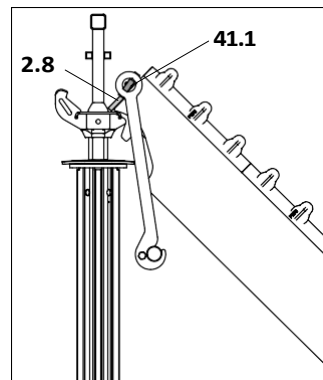

Fig. A11.03
2. Закрепете горната част на обтегача (41.1) за края на трегера SLT (2.8) и поставете трегера в падащата глава SFK. (Fig. A11.03)
4. Монтирайте петата (24) на устойчива повърхност, напр. с PERI анкерни болтове 14/20x130, арт. №. 124777. Вземете предвид техническите данни!
5. Поставете хомута на горната част на обтегача на шпилката (41.3), осигурете с гайката SW 30/50 (42) и по този начин закрепете горната част. (Fig. A11.03 + A11.04)